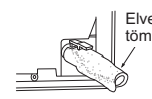

Fig. 4
- Dugja be teljesen az elvezető tömlőt a lefolyótálcába a beltéri egység hátulján jobb oldalt. (Fig. 4)
- Fűzze át az elvezető tömlőt a falfuratperselyen (C), majd akassza fel a beltéri egység felső részét a szerelőlapra (1). Ezután tolja el balra a teljes beltéri egységet, hogy az egység hátuljánál könnyebben elhelyezhesse a csöveket.